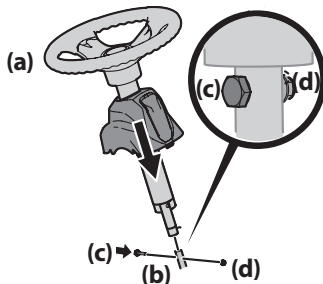

Figure 2
2. Enlevez le boulon à épaulement et le contre-écrou de l'arbre de direction et gardez-les pour utilisation ultérieure. Voir Figure 2.
4. Abaissez le volant (a) sur la partie inférieure de l'arbre de direction (b) et maintenez-le en place avec le boulon à épaulement (c) et le contre-écrou (d) retirés plus tôt. Voir Figure 2.